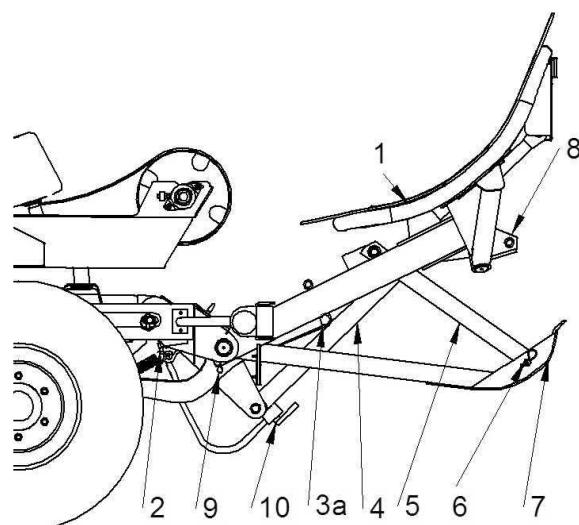

Рис. 26 Установщик рулонов в поднятой позиции (готов к установке рулонов на днище):
- Способ настройки установщика рулонов на днище показан на Рис. 26. Он состоит в установке опорных плеч в нижнем положении (За) и соединения кронштейна ноги (5) с ногой (7) при помощи шкворня (6). Такое положение установщика дает возможность опустить ногу (7) на землю во время опускания отклоняющейся рамы, а затем повернуть лапу установщика так, что наступит изменение плоскости перемещения рулона с его бока на днище.